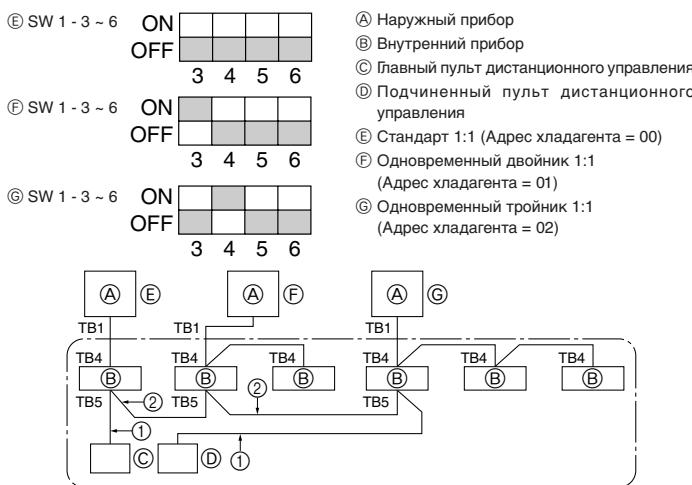

Fig. 10-1
- ① Перед восстановлением хладагента прежде всего удостоверьтесь, что все DIP-переключатели блока SW5 управляющие различными функциями, на пульте управления наружного прибора установлены в положение OFF (Выкл.). Если переключатели SW5 не установлены в положение OFF (Выкл.), запишите их установки и затем переключите их все в положение OFF (Выкл.). Начните восстановление хладагента. После перемещения прибора на новое место и завершения тестового прогона установите переключатели блока SW5 в предварительно записанные положения.
- ② Включите питание (автоматическим выключателем).
- ③ После закрытия жидкостного запорного клапана, переведите переключатель SWP на плате управления наружного прибором в положение ON (Вкл.). Компрессор (наружный прибор) и вентиляторы (внутренний и наружный приборы) начинают работать, и начинается процедура восстановления хладагента. На пульте управления наружного прибора горят индикаторы LED1 и LED2.
- ④ Поскольку прибор автоматически останавливается через приблизительно две-три минуты после процедуры восстановления хладагента (индикаторы LED1 и LED2 горят), необходимо быстро закрыть запорный клапан газа. Пока индикаторы LED1 и LED2 горят и наружный прибор остановлен, полностью откройте запорный клапан жидкости и через три минуты повторите шаг ③.
- ⑤ Отключите питание (автоматическим выключателем).
10. Управление системой (Fig. 10-1)